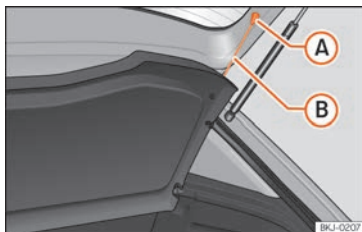

Fig. 126 En el maletero: desmontar y montar la bandeja.
- Desenganche los tirantes de sujeción »» **fig. 126** **B** de los alojamientos **A**.
- Enganche los tirantes de sujeción »» **fig. 126** **B** en el portón trasero.